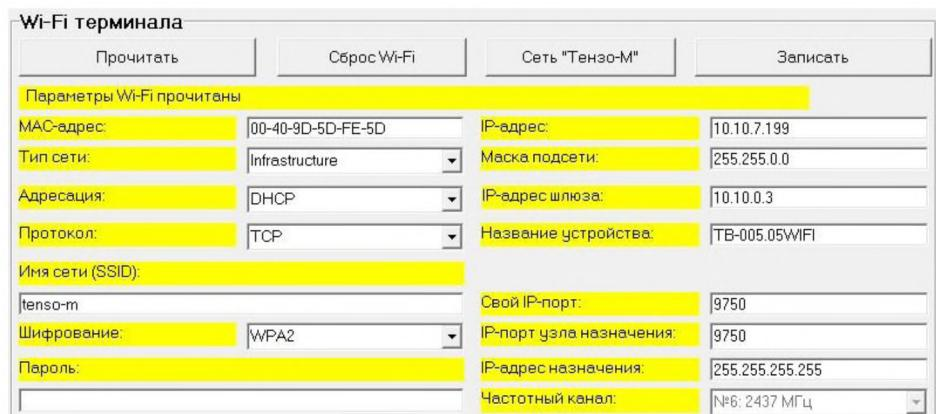

Рис. 6.3. Значения параметров Wi-Fi.
6.4. Нажмите на кнопку «Прочитать» и Программа прочитает и отобразит на дисплее текущие значения параметров Wi-Fi, см. рис. 6.3.